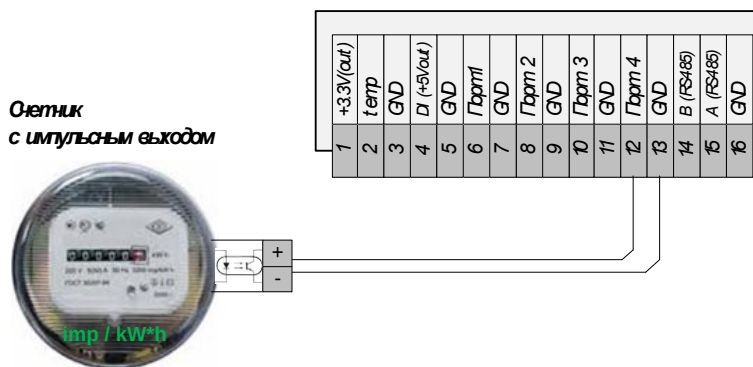

Рис.10.1. Подключение импульсного выхода с прибора учета
10.2. Требуется соблюдать полярность (см. рис. 10.1).